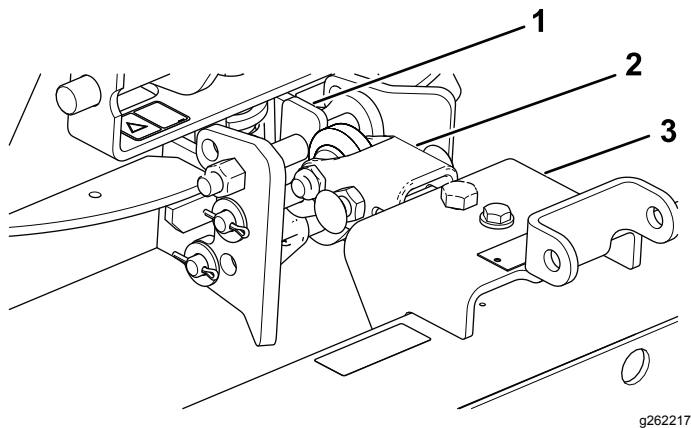

Figure 10
1. Montez le système d'attelage en plaçant le côté plat en haut (Figure 10).
2. Assemblez la barre d'attelage sur la face inférieure du support (Figure 10).